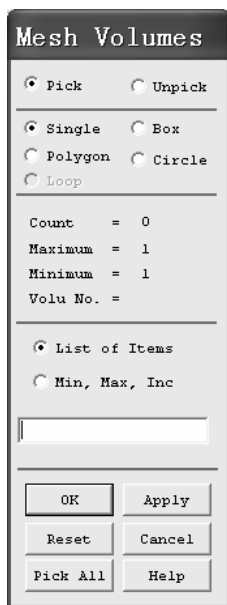

图 6-15 “Mesh Volumes” 窗口
(3) 依次选择 Main Menu>Preprocessor>Meshing>Mesh>Volumes>Mapped>4 to 6sided，弹出“Mesh Volumes”窗口（见图 6-15）。